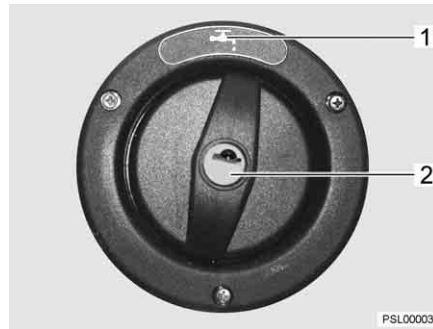

Bild 189 Trinkwasser-Einfüllstutzen
Der Trinkwasser-Einfüllstutzen ist mit dem Symbol "1" (Bild 189,1) gekennzeichnet. Der Verschlussdeckel wird mit dem Schlüssel für die Außenklappenschlösser geöffnet und verschlossen.
- Schlüssel in Schließzylinder (Bild 189,2) stecken und eine viertel Umdrehung entgegen dem Uhrzeigersinn drehen.
- Trinkwasser-Einfüllstutzen (Bild 189) öffnen (siehe Kapitel 6).